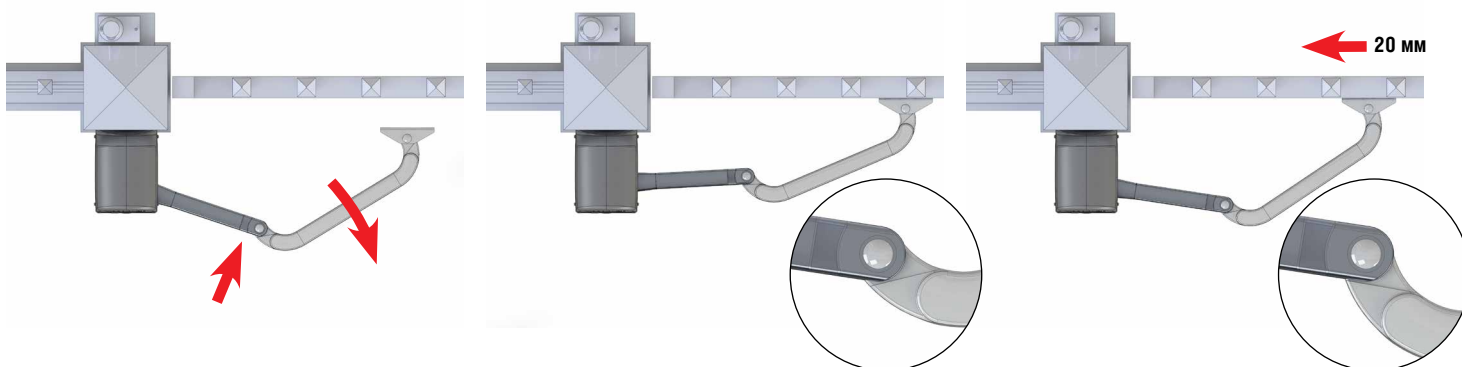

Рис. 14
- Прислоните передний кронштейн к полотну (рис. 14, поз. 2).
- Отодвиньте передний кронштейн примерно на 20 мм и отметьте отверстия крепежа (рис. 14, п. 3).
- Переместите кронштейн и полотно в конечное положение. Удостоверьтесь, что эти две детали не воздействуют друг на друга (рис. 14, поз. 2).